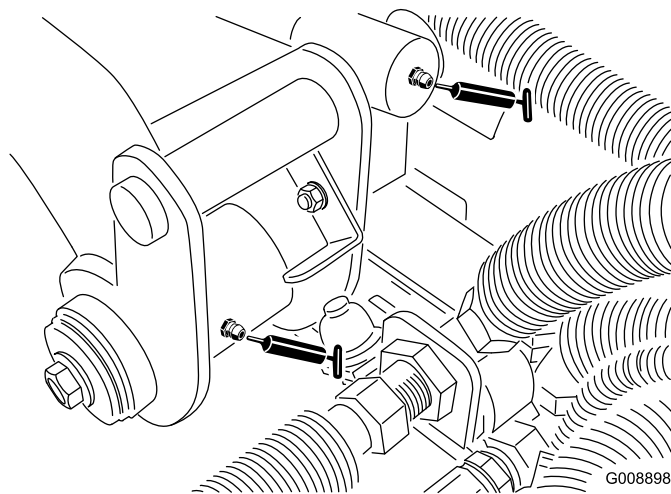

Рисунок 51
- Цилиндр поворота и подъема заднего подъемного рычага (2) (Рисунок 51)